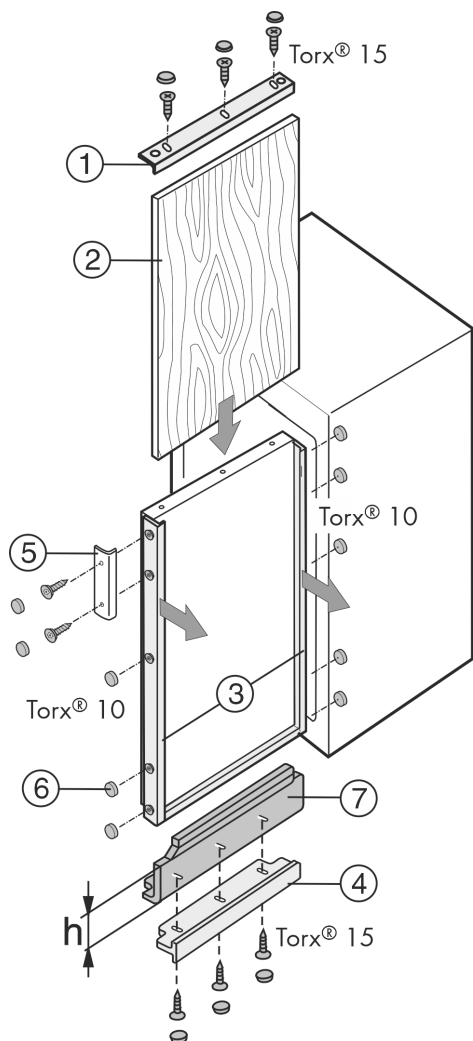

Fig. 42
Pokud už dekorační deska existuje, ale je příliš malá na výšku, lze ji upravit pomocí různě vysokých vyrovnávacích krycích lišt Fig. 42 (7).